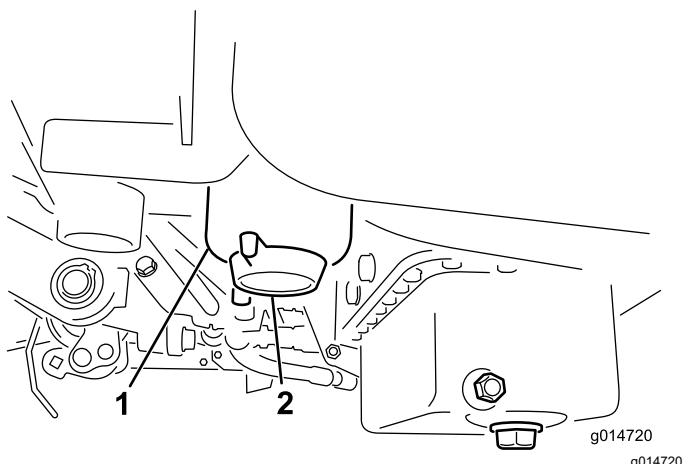

Figura 35
- Pulite la superficie circostante la scatola del filtro (Figura 35).
- Aprite il tappo di spurgo del filtro (Figura 35).